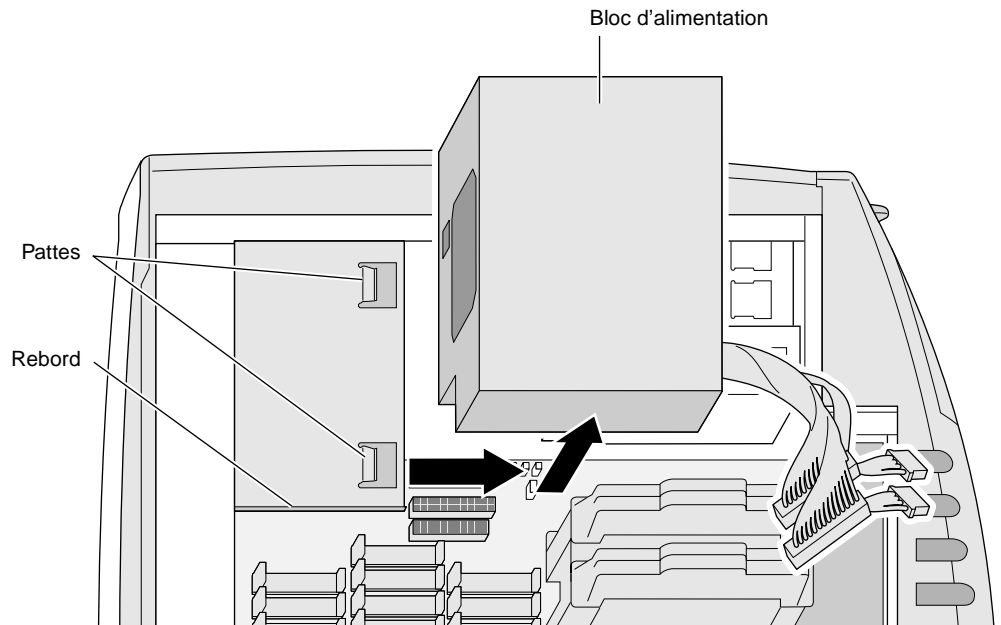

Figure 7-5 Retrait du bloc d'alimentation
3. Faites glisser le bloc d'alimentation jusqu'à ce qu'il sorte du rebord et qu'il ne soit plus retenu par les pattes. Retirez-le du châssis (voir Figure 7-5).